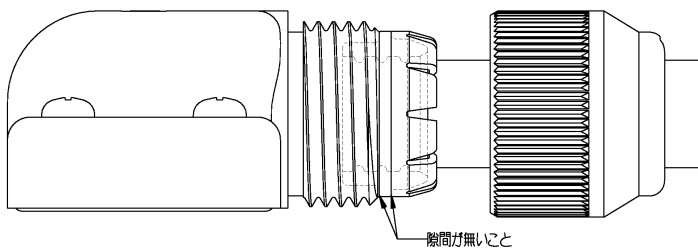

Fig. 17-1
17) ワイヤ・ラバーパッキン、ワイヤクランプを Fig. 17-1 の位置にずらし、ワイヤ・フィクスト・セット・スクリューを締め付けてケーブルをリセ・ケースに固定してください。
17) Please shift wire rubber packing and a wire clamp in the position of Fig.17-1, bind a wire fixed set screw tight, and fix a cable to a receptacle case. Under the present circumstances, please bind tight so that the crevice between a receptacle case and a wire fixed set screw is lost.